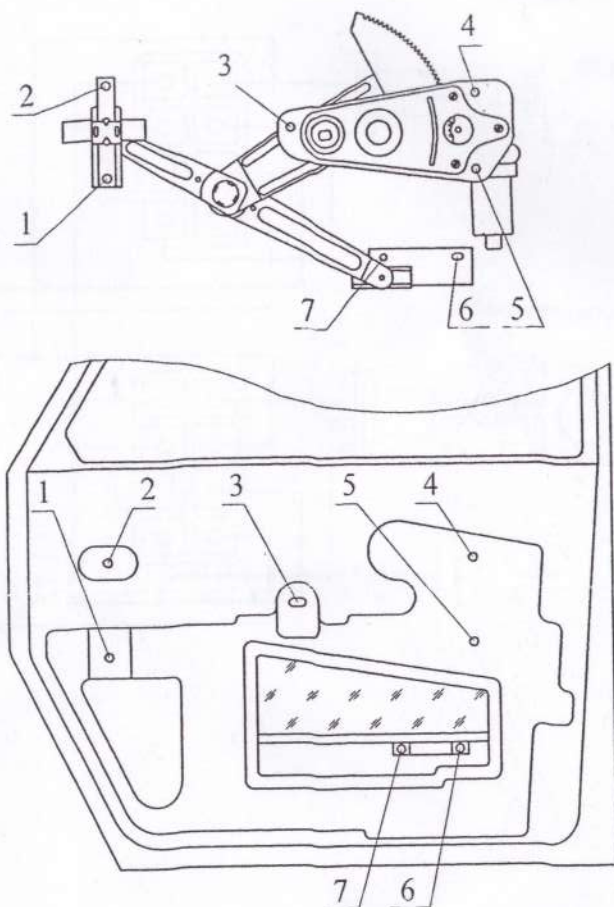

Рис.2
5.4 Установить ЭСП в двери в соответствии с рис.2, закрепить штатными болтами М6х10 и стопорными шайбами.